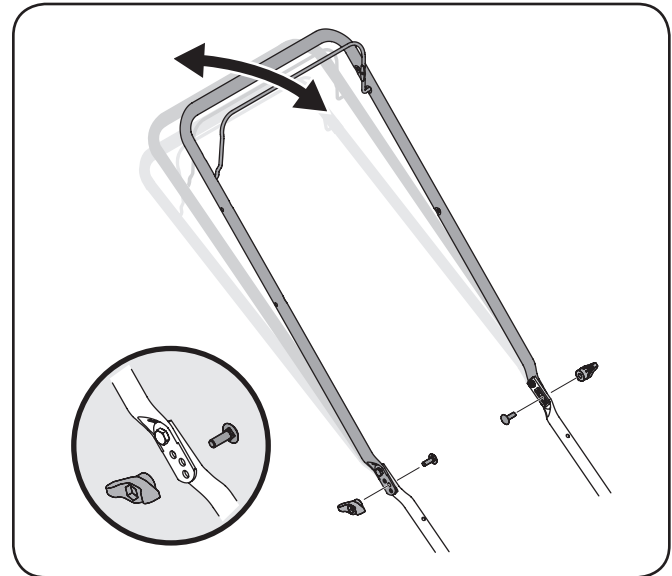

Figure 3-11
1. Quite los tornillos y tuercas de mariposa transporte de manejar. Vea la fig. 3-11.
2. Coloque el mango en una de las tres posiciones que sienta más cómodo. Vea la fig. 3-11 inserción.